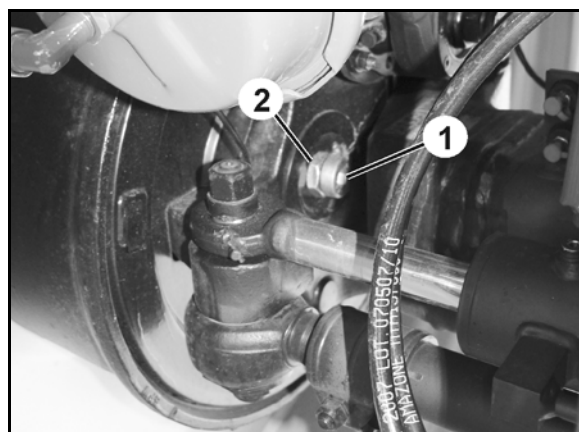

Bild 48
2. Dra fast fästskruvarna (Bild 48/1) i bromstrumman och fäst med kontramutter (Bild 48/2).